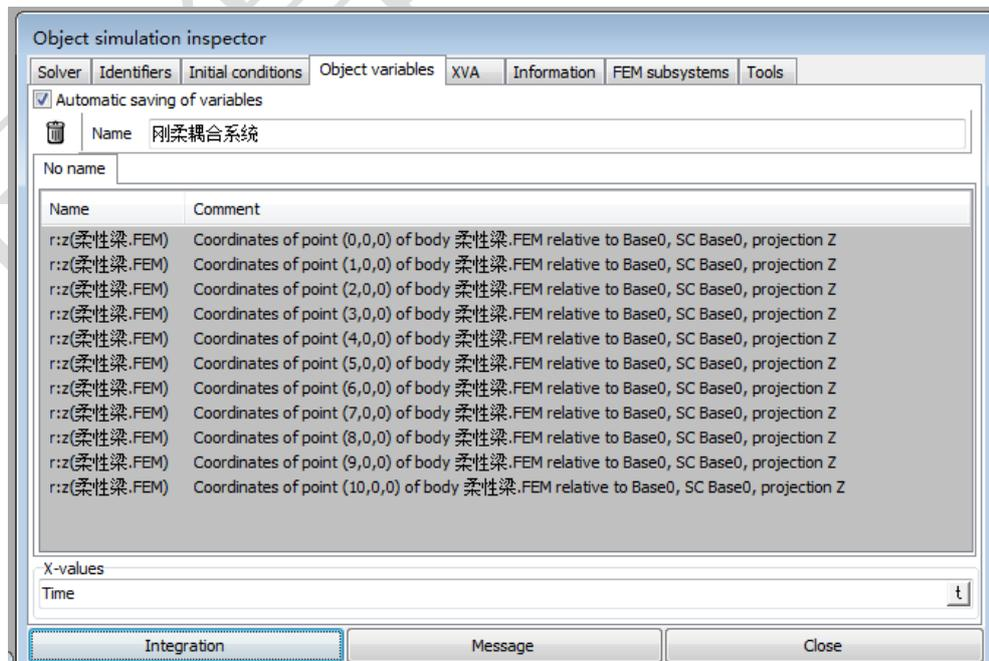
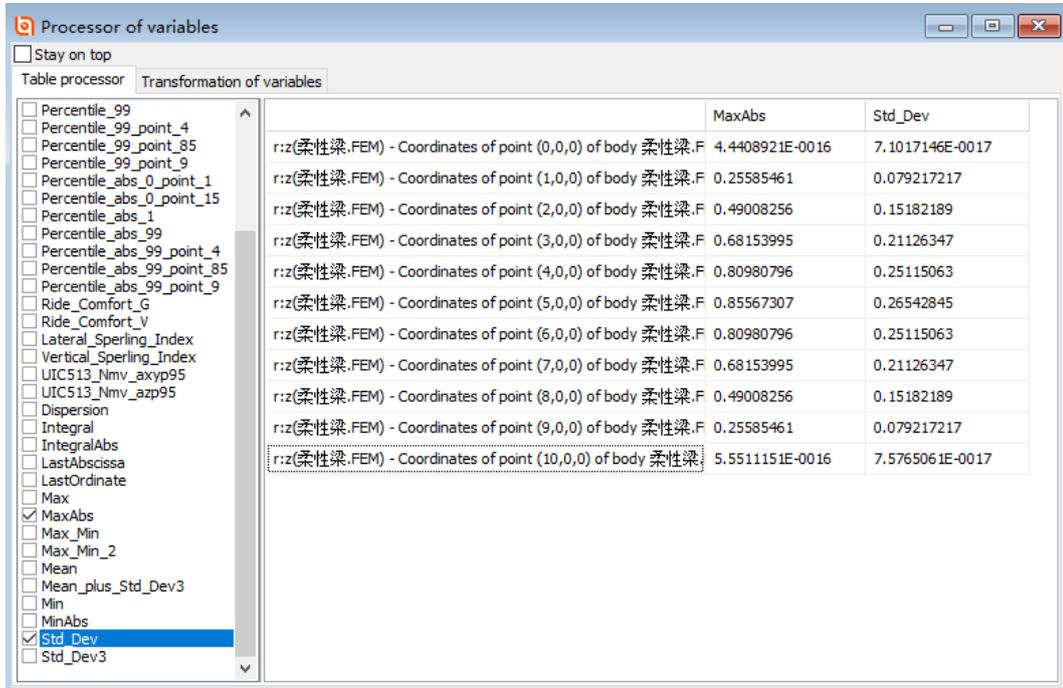
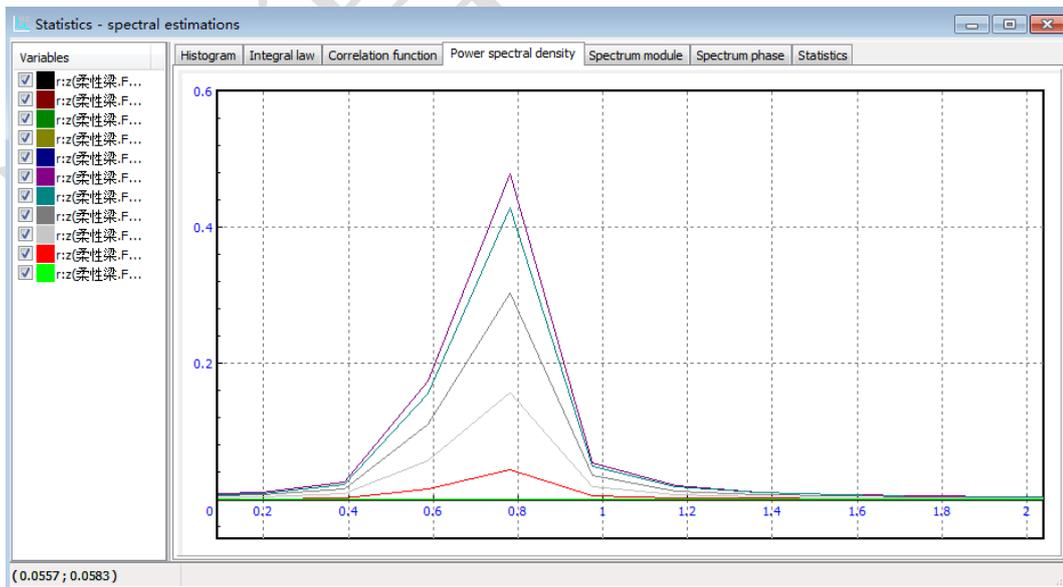

图 2-121
图 2-124
图 2-125
- 8) 点击 **Integration**，执行计算，计算完毕，这样 11 个变量的结果都保存了下来，如图 2-121。
- 9) 选择主菜单 **Tools** → **Graphical window...**, 打开一个绘图窗口, 将图 2-121 所有计算结果拖入绘图窗口。
- 11) 选择主菜单 **Tools** → **Table Processor...**，打开一个变量处理窗口，将图 2-121 所有计算结果从仿真控制面板或绘图窗口拖入变量处理窗口，这里内置了一些数据处理函数，勾选 **MaxAbs** 和 **Std_Dev**，如图 2-124。
- 12) 选择主菜单 **Tools** → **Statistics...**，打开一个统计窗口，将图 2-121 所有计算结果从仿真控制面板或绘图窗口拖入统计窗口，可查看其功率谱密度分布图，如图 2-125。